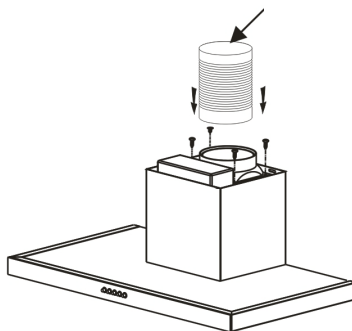

fig. 5
- Coloque e fixe o corpo do exaustor neste suporte com os parafusos previstos para esse fim (fig. 5).
- Ligue o tubo à saída de ar para o exterior. (fig. 5).